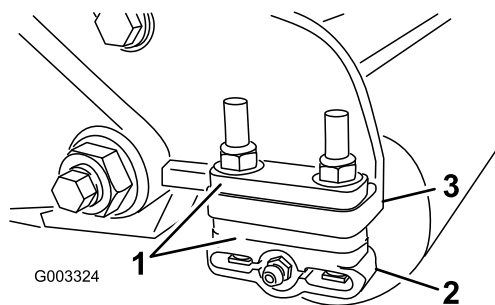

図 15
1. 希望の刈高範囲に必要な数のスペーサを刈高チャートで確認し、スペーサをサイドプレートの取り付けフランジ図 15の下に入れて、後ローラのブラケットの位置を正しくセットする図 15。